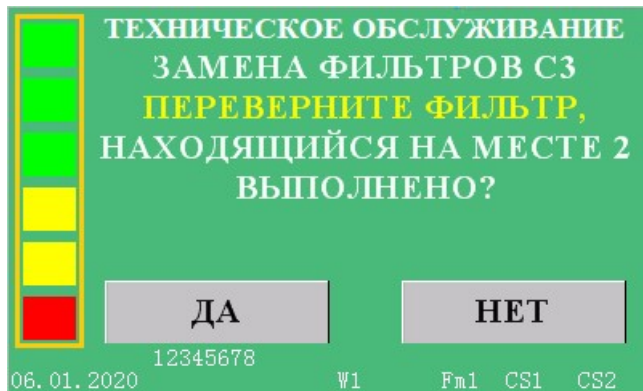
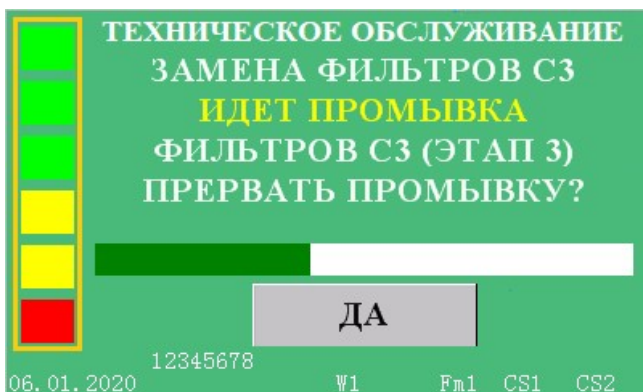

Рис.12
Рис.13
На этом этапе целевое значение количества воды для промывки равно 2-м литрам. После достижения этого значения насос Р2 отключится, промывка прекратится и этот факт отобразится на мониторе (рис.12).
2.8. После выполнения операции, предложенной на рис. 12, и нажатии на кнопку «ДА» процесс промывки фильтров будет продолжен, включится насос Р2 и на мониторе отобразится ход промывки (рис. 13).